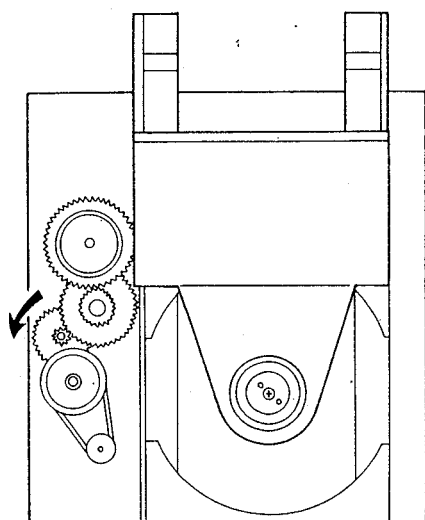

図13
2. メカのギヤを回しディスクトレイを前に出します。(図13)